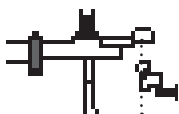

Figure 27
1. Avec la tête d'attelage Fastway installée, positionnez la boule d'attelage directement sous le coupleur de la remorque. (Figure 27)